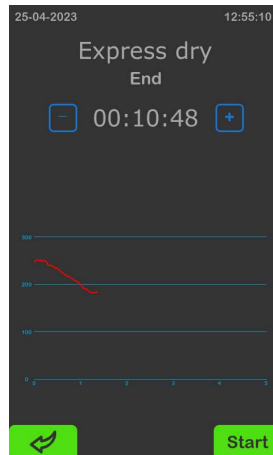

Рисунок 33
- Підключіть до виходу фільтра шланг від модуля MS900A. Активуйте режим сушіння та запустіть процес кнопкою **"Start"** див. рис. 33. У разі потреби процес можна перервати або продовжити в будь-який момент, це здійснюється кнопками "+"/"-", що розташовані біля таймера.